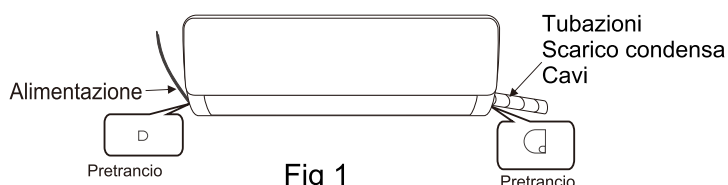
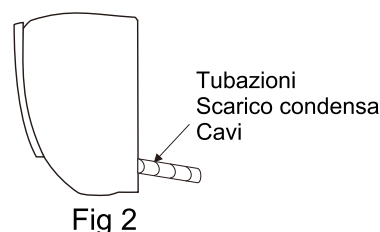

Fig 1
Fig 2
1. A seconda del posizionamento dell'unità, le tubazioni possono essere dirette lateralmente verso destra o sinistra (Fig. 1) oppure verticalmente dal retro (Fig. 2). In caso di uscita laterale, togliere il tappo pretranciato.